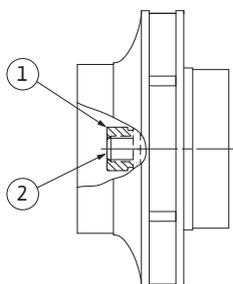

Fig. 55: Posição correta da porca do impulsor após a instalação
29. Segurar o veio (ver passo 24) e apertar a porca do impulsor com o torque de aperto recomendado (ver listagem "Tabela 11: Torques de aperto dos parafusos" na página 191). A porca (Fig. 55, pos. 1) tem de estar ao nível da extremidade do veio (Fig. 55, pos. 2), com uma tolerância de $\pm 0,5$ mm. Se isso não se verificar, desapertar a porca e repetir os passos 25 a 29.